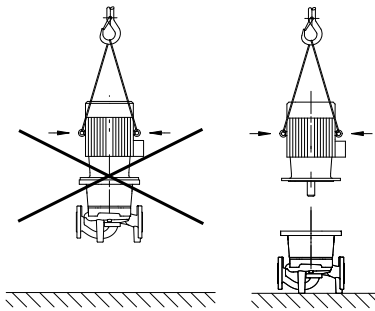

Fig. 20: Транспортування двигуна
- Підймальні вушка на двигуні використовувати лише для підймання вантажу двигуна, а не всього насоса (Fig. 20).